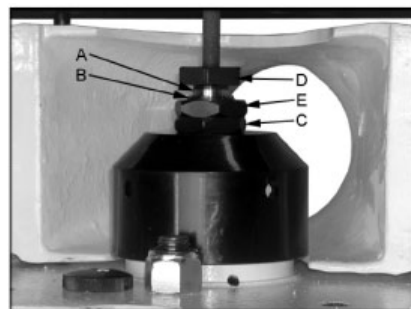

Рис. 3
Очистите конус шлифовального штифта (А, Рис. 3) и приемное устройство шпинделя (В).
Входящим в поставку вилочным ключом открутите гайку шлифовального штифта (D) против часовой стрелки, при этом удерживайте шпиндель на верхней гайке шпинделя (Е, Рис. 3).